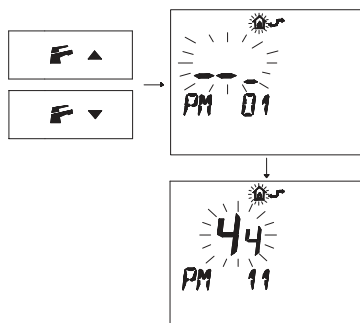

Figura 5.47
- Pulse los botones o para acceder al ajuste "PM11" de postcirculación de la bomba (Figura 5.47).